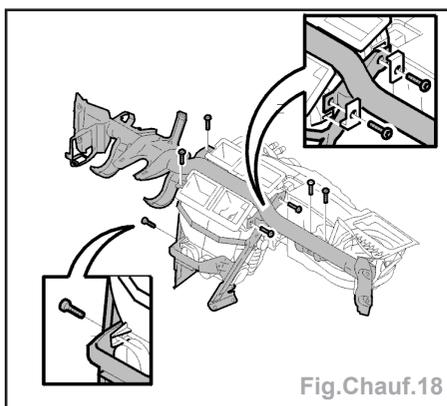

Fig. Chauff.18
- les 2 vis de l'unité de commande climatique se trouvant du côté passager (fig. Chauff.18),